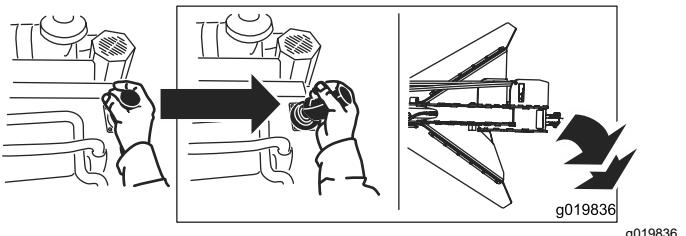

Bild 15
- Bewegen Sie den Hebel in die gewünschte Richtung, um die Fräse nach rechts oder links zu drehen (Bild 15).